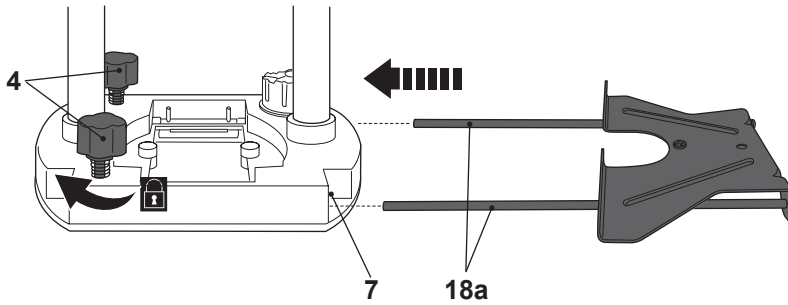

Fig. 9b
- > Deslize as extremidades abertas das varetas (18 a) através dos orifícios na base (7) (Fig. 9b).